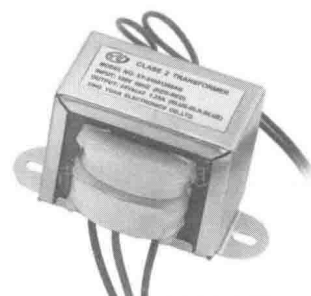

图 1-3 电源变压器
变压器是变换交流电压、电流和阻抗的器件，当初级线圈中通有交流电流时，铁芯（或磁芯）中便产生交流磁通，使次级线圈中感应出电压（或电流）。变压器由铁芯（或磁芯）和线圈组成，线圈有两个或两个以上的绕组，其中接交流电源的绕组叫初级线圈，其余的绕组叫次级线圈，如图 1-3 所示。
- (1) 按冷却方式分类：干式（自冷）变压器、油浸（自冷）变压器、氟化物（蒸发冷却）变压器。
- (2) 按防潮方式分类：开放式变压器、灌封式变压器、密封式变压器。
- (3) 按铁芯或线圈结构分类：芯式变压器（插片铁芯、C 形铁芯、铁氧体铁芯）、壳式变压器（插片铁芯、C 形铁芯、铁氧体铁芯）、环形变压器、金属箔变压器。
(4) 按电源相数分类：单相变压器、三相变压器、多相变压器。
(5) 按用途分类：电源变压器（如图 1-3 所示）、调压变压器、音频变压器、中频变压器、高频变压器、脉冲变压器。